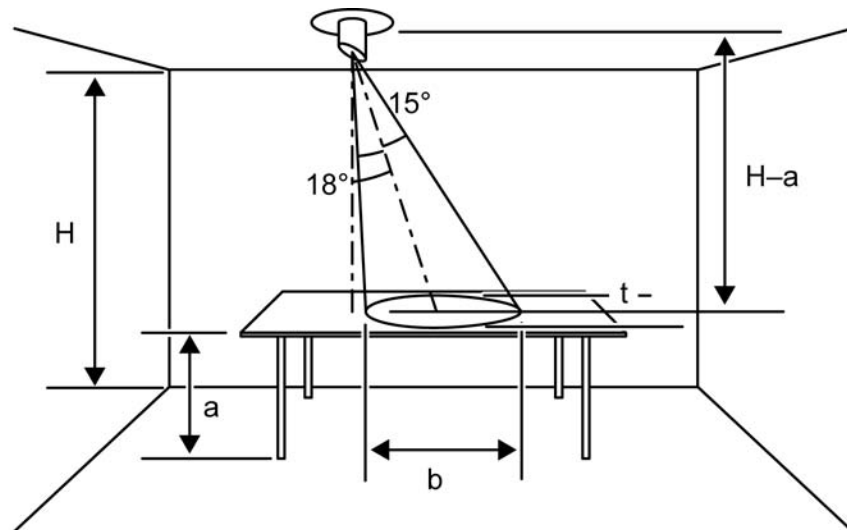

Bild 4: Lichtleitstab mit schrägem Lichteinfall
- Wenn die Montage nicht unmittelbar über Arbeitsfläche möglich ist, den Helligkeitsregler seitlich versetzt montieren (Bild 4). Der Erfassungskegel liegt dann seitlich von der zu messenden Fläche.
Regler sitzt seitlich über der Arbeitsfläche (Bild 4).